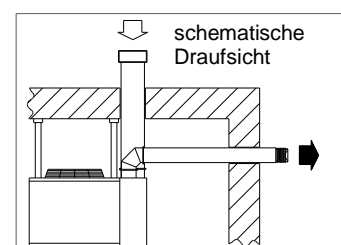

Abb. 8
- Die Abgasab- und Verbrennungsluftzuführung wird horizontal durch verschiedene Außenwände des Aufstellraumes geführt (Abb. 8).